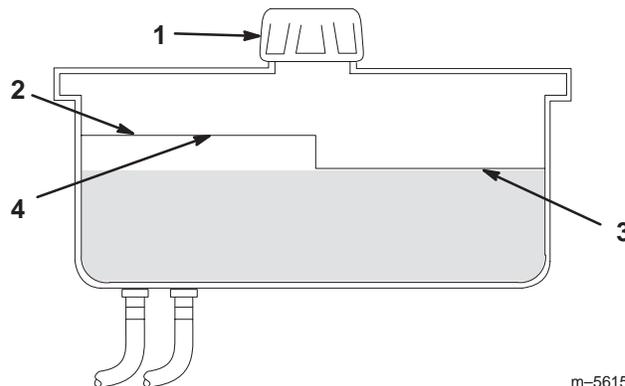

Figure 55
2. Nettoyez la surface autour du goulot de remplissage du réservoir hydraulique (Fig. 55).
3. Enlevez le bouchon du goulot de remplissage et vérifiez si le réservoir contient du liquide (Fig. 55).
Remarque : Lorsque l'huile est chaude, le niveau de liquide doit atteindre le haut du repère **à chaud** sur le déflecteur (Fig. 55).